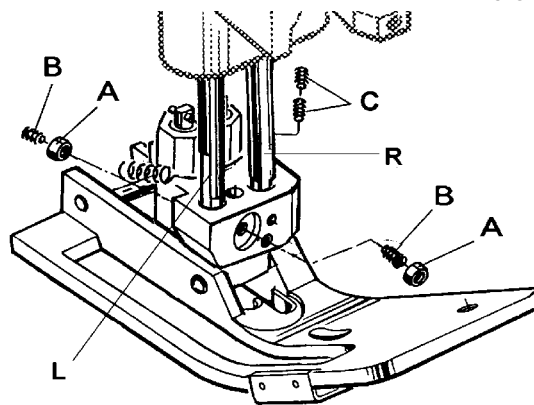

Fig. 16
Remove the needle and rotate handwheel until the feed dog is below the throat plate. Depress the presser foot lifter lever and insert the presser foot in the two presser bars (L and R, Fig. 16). The left presser bar (L) should only engage with its pivot in the opening of the presser foot shank.
Loosen the two lock nuts (A, Fig. 16) and align with the two set screws (B), the needle slot in the presser foot with the needle slot in the throat plate. Secure this setting with the two lock nuts (A).
**NOTE:** The two set screws (A) should just contact the pivot of the left presser bar (L) but not be tightened. Now tighten the two set screws (C) right in the presser foot shank on the right presser bar. Insert the needle.
Entfernen Sie die Nadel und drehen Sie das Handrad bis der Transporteur unter der Stichplatte steht. Drücken Sie den Drückfuß-Lifterhebel und setzen Sie den Drückfuß in die beiden Drückfußstangen (L und R, Fig. 16) ein. Die linke Drückfußstange (L) darf nur mit dem Zapfen in die Öffnung der Drückfußnabe eingreifen.
Lösen Sie die beiden Kontermuttern (A, Fig. 16) und richten Sie mit den beiden Gewindestiften (B) das Stichloch im Drückfuß zum Stichloch der Stichplatte aus. Sichern Sie diese Einstellung mit den beiden Kontermuttern (A).
**BEACHTEN SIE:** Die beiden Gewindestifte (A) sollen am Zapfen der linken Drückfußstange (L) gerade anliegen, aber nicht drücken. Ziehen Sie jetzt die beiden Gewindestifte (C) rechts in der Drückfußnabe auf der rechten Drückfußstange an. Setzen Sie die Nadel wieder ein.